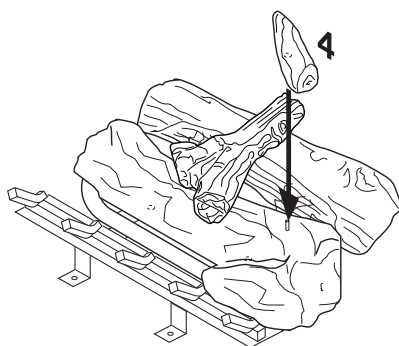

Figure 32 - Installation de la bûche n° 4
4. Mettez la bûche n° 4 (petite bûche ronde) sur la tige logée sur le côté droit de la bûche avant (voir figure 32).